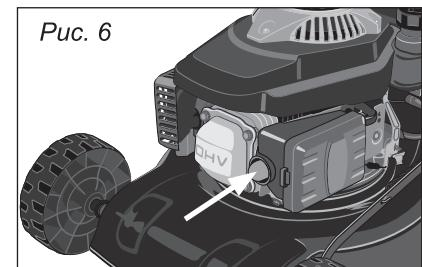

Рис. 6
1. Нажмите 3-4 раза на кнопку подкачки топлива (рис. 6).